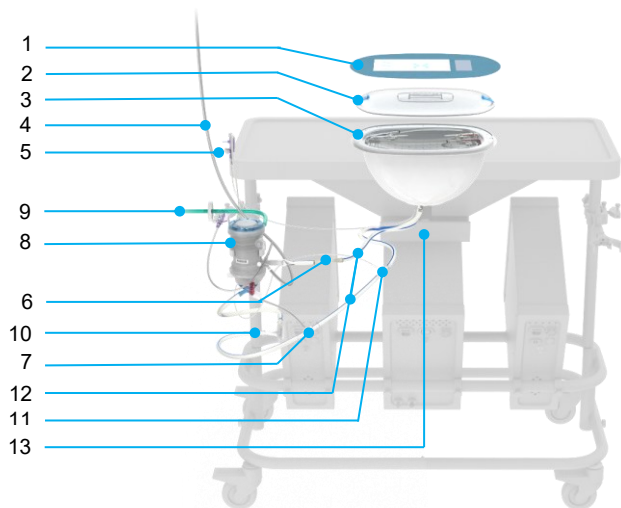

Figura 10 Liver Assist Perfusion Set – Single
La perfusión normotérmica se realizará a través tanto de la vena porta (PV) como de la arteria hepática (HA) (es decir, perfusión dual) utilizando el Liver Assist Perfusion Set [11.401], mientras que la perfusión hipotérmica puede realizarse a través de la vena porta (PV) o la arteria hepática (HA) (es decir, perfusión dual) utilizando el Liver Assist Perfusion Set [11.401] o solo a través de la PV (perfusión unilateral) utilizando el Liver Assist Perfusion Set - individual [13.401] que se muestra en la Figura 10.